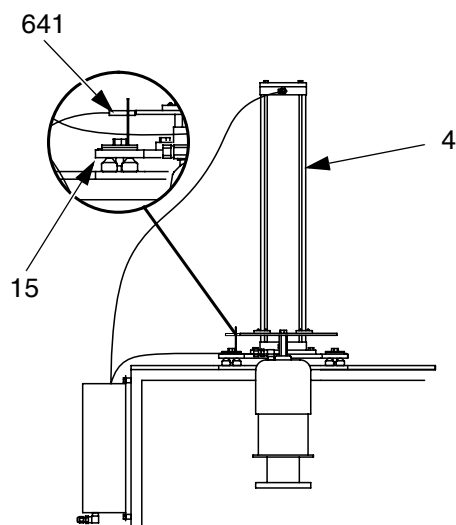

Рис. 13. Реле приближения
Реле (641) приближения нижнего предела располагается рядом с пневматическим цилиндром (монтажной плитой 15). Посредством регулировки данного реле оператор может размещать пластину подъемника на различных уровнях бункера. См. Рис. 13.